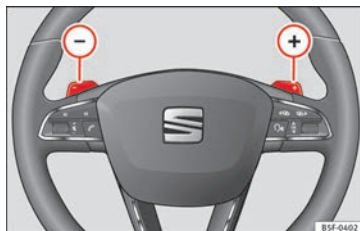

Fig. 160 Volante con levas para cambio automático.
- Presione la leva derecha (+) hacia el volante para engranar marchas más largas » fig. 160.
- Presione la leva izquierda (-) hacia el volante para engranar marchas más cortas » fig. 160.
Si en el programa normal o en el programa deportivo acciona las levas » fig. 160, se cambiará temporalmente al modo “Tiptronic”. Si quiere volver a salir del modo “Tiptronic”, presione la leva derecha  hacia el volante durante aproximadamente un segundo. Si no se accionan las levas durante algún tiempo, también se saldrá del modo “Tiptronic”